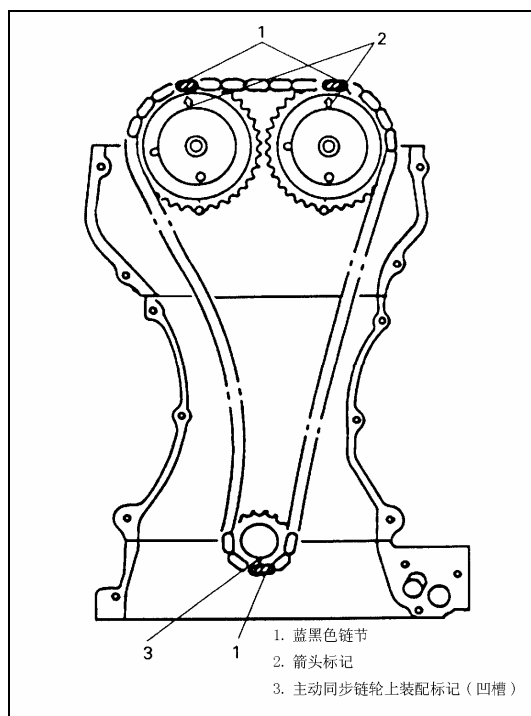

Рис. 4-37.
- 4). Как показано на Рис. 4-37, повернуть коленчатый вал до полного совмещения синего звена со стрелкой на звездочке цепного привода впускных и выпускных клапанов; полностью совместить желтое звено цепи с канавкой на ведущей звездочке цепного привода.